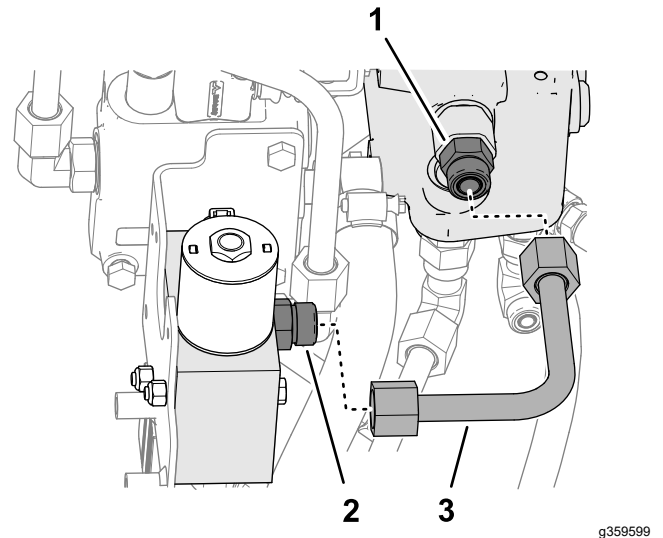

**Figure 21**
1. Branchez le tube en U sur le raccord à 90° dans l'orifice P du distributeur auxiliaire et le raccord à 90° dans l'orifice A de la vanne à faible débit (Figure 21).